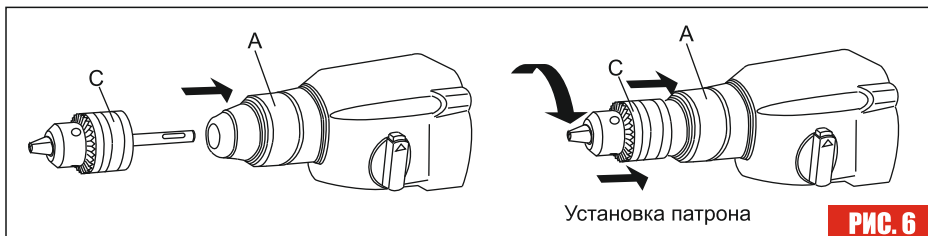

РИС. 6
9.8. Установка насадки-адаптера для ключевого патрона (Рис. 6)